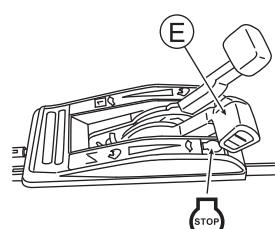

Fig. 19
6. Para interromper ou finalizar o trabalho de corte, retorne o manipulo da embraiagem de acionamento (B) e o manipulo da lâmina (C) e, a seguir, coloque a alavanca do acelerador (E) em "STOP" para parar o motor. (Veja a fig. 19)